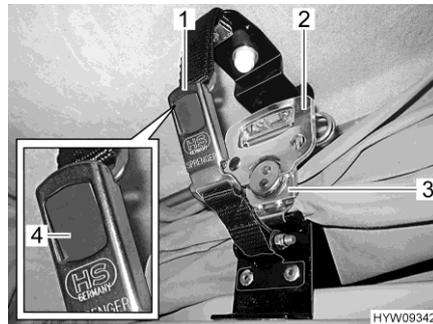

Fig. 60 Dispositif de verrouillage
- Tirer le tendeur rapide (Fig. 60,3) de chaque côté vers le bas et l'accrocher dans la plaque de fixation.
- Déplier la poignée (Fig. 60,2) de chaque tendeur rapide et la faire tourner d'un demi-tour dans le sens des aiguilles d'une montre.
- Emboîter les deux pièces de la houssette (Fig. 60,1). Le bouton-poussoir gris (Fig. 60,4) s'enclenche.